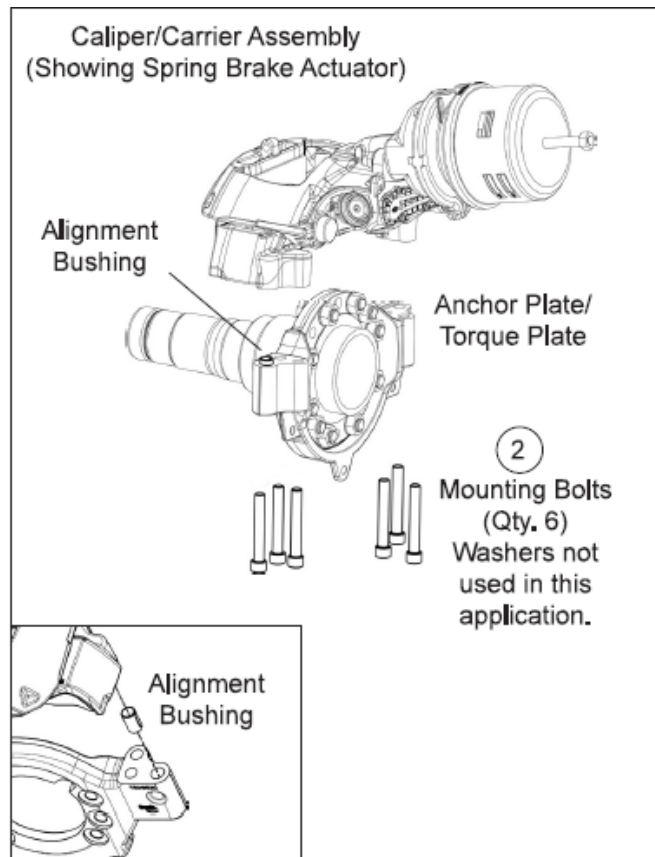

Figure 9 : Étrier/support monté à la verticale
11. En supportant le frein à disque à air de manière sécuritaire, retirez et mettez au rebut les six boulons de montage. Soulevez l'étrier de la plaque d'ancrage. Voir la **figure 9, élément 2**.